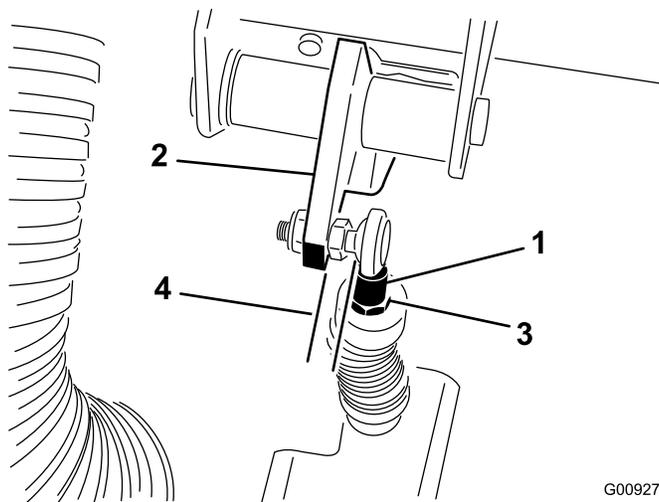

Рисунок 72
**Внимание:** Убедитесь в том, что после затяжки контргаек конец стержня располагается перпендикулярно к шариком, а не перекошен, и остается параллельным к педали сцепления (Рисунок 72).